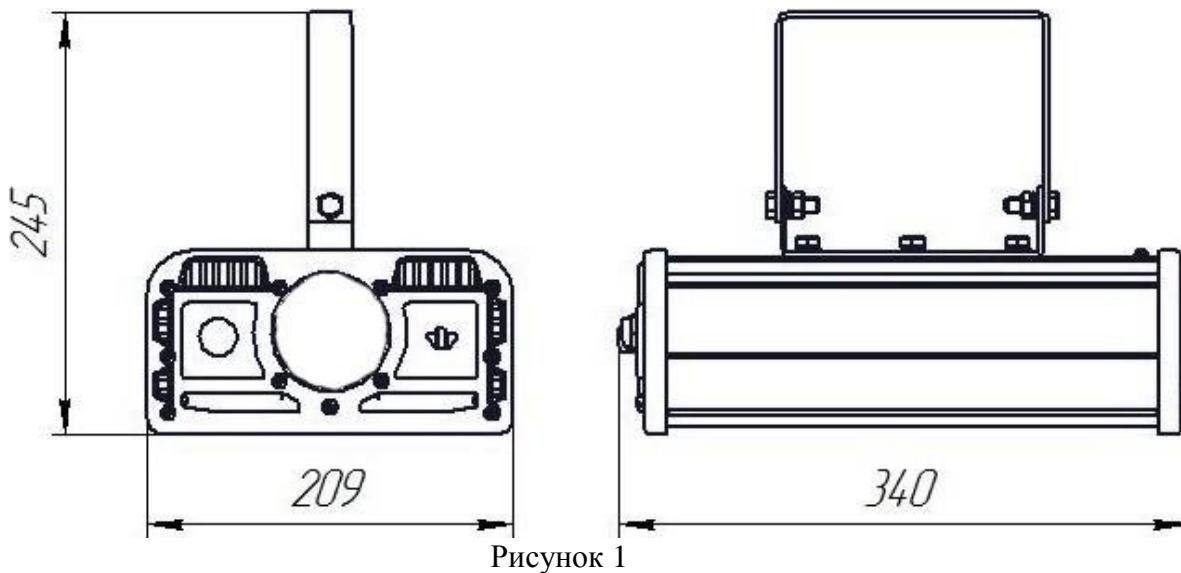

Рисунок 1
1.4.1. Светильник состоит (см. Рисунок 1) из корпуса, изготовленного из алюминиевого анодированного сплава, который является несущим элементом светильника, прозрачного неокрашенного защитного стекла из ударопрочного оптического поликарбоната, двух торцевых крышек, заглушки, крепежных винтов, модулей светодиодных, источника питания и контактного устройства установленных внутри корпуса.
2.2.4. Снимите заглушку с закрепленным на ней контактным устройством (рисунок 1 поз. 4)